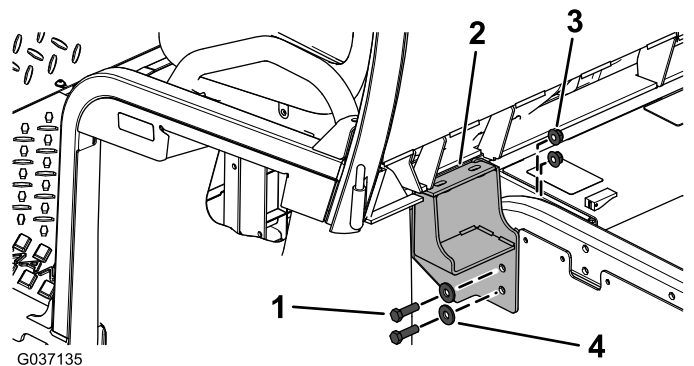

Figura 7
9. Attaccate, senza serrarli, i supporti della cabina sinistro e destro alla macchina, utilizzando i bulloni a testa esagonale (3/8" x 1 1/4"), rondelle (3/8") e dadi flangiati (3/8") come mostrato nella Figura 7.
7. Serrate i supporti di sinistra e destra e serrate i bulloni a 58 N·m, come illustrato nella Figura 7.